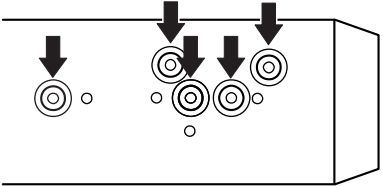
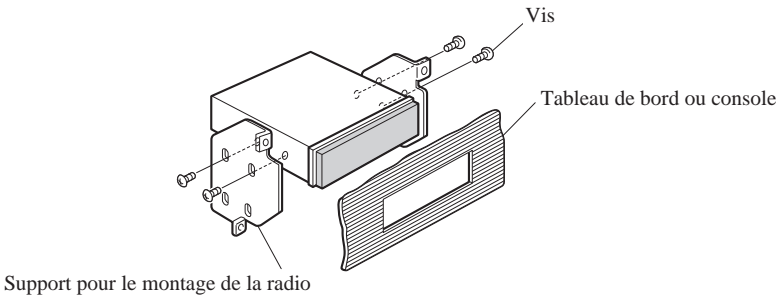

Fig. 11
Fig. 12
2. Fixation de l'appareil au support pour le montage de la radio installée par le constructeur. (Fig. 11) (Fig. 12)